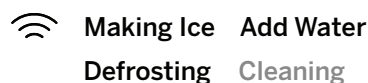

Figura 4
7. El agua comenzará a circular y el indicador de "Limpieza" se iluminará sobre el lado izquierdo de la unidad para confirmar que la unidad se encuentra ahora en el proceso de limpieza. Ver figura 4. Luego de tres minutos el agua dejará de circular y el indicador de "Limpieza" se apagará.